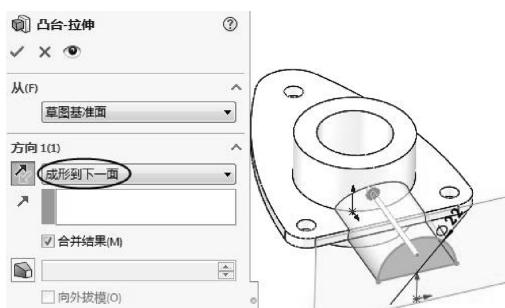

图 3-108 创建拉伸特征 3
- 退出草绘环境后，在拉伸属性面板中设置拉伸深度类型为 **【成形下面】**，更改拉伸方向，单击 **【应用】** 按钮 ，完成创建，如图 3-108 所示。